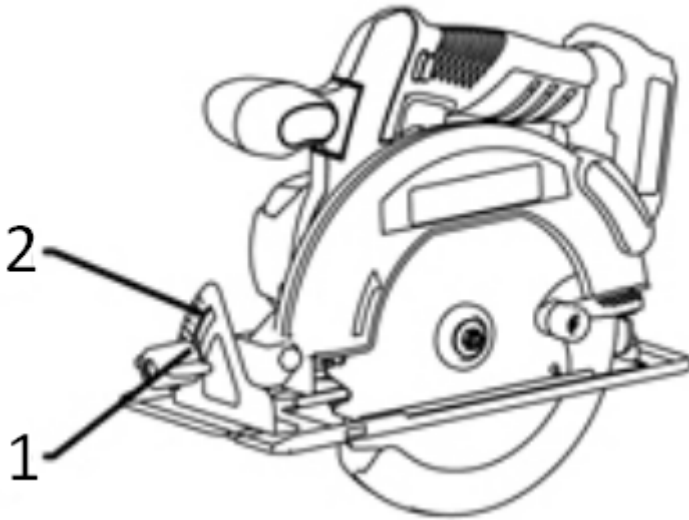

Рисунок 5. Схема регулювання кута різь.
1. Встановити пилу на рівній чистій поверхні верстата в положення, як на рис. 5.
2. Послабити затискний гвинт регулювання кута різку (1, рис. 5) механізму регулювання кута різку.
3. Акуратно нахилити корпус пили відносно бази та встановити необхідний кут різку (у межах від 0 до 45°), використовуючи градуйовану шкалу (2, рис. 5).
4. Надійно затягнути гайку (1, рис. 5) механізму регулювання кута різку.